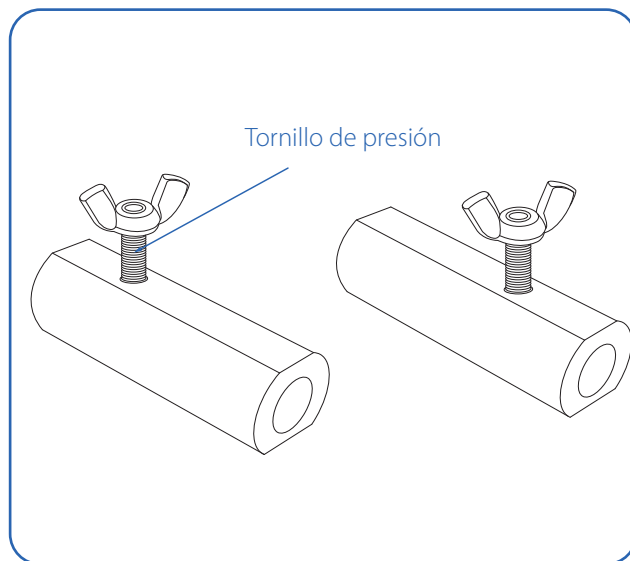

Fig. 02. Útil de los extremos.
- Las otras dos piezas son iguales entre sí y son más cortas que la anterior (útil de los extremos). Tienen un tornillo de presión en uno de sus extremos. (Fig. 02)